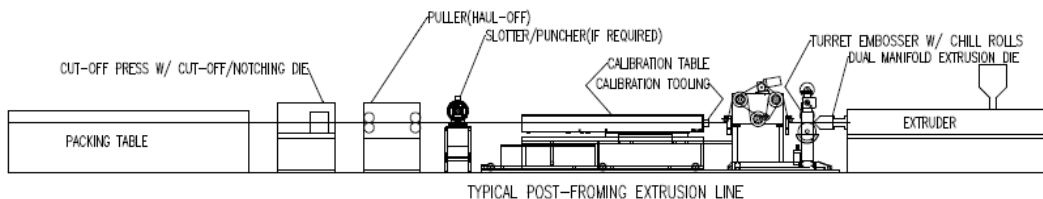

Ilustración 3. Línea de extrusión de perfiles por post-conformado.
- El equipamiento que forma una línea de post-conformado es similar al de una línea de perfilería: corte y perforación (*cutting*, *punching* y *notching*). En la Ilustración 3 se muestra un esquema de la línea del proceso.